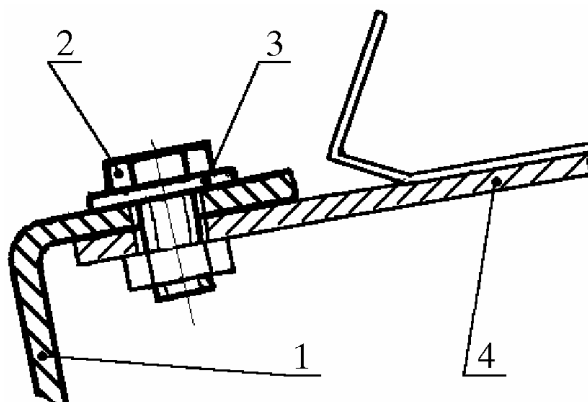

Рис. 15. Крепление стеклоочистителя к кронштейну:
2) два болта 2 (рис. 15) крепления стеклоочистителя 1 к кронштейну 4 затянуть с моментом, обеспечивающим неподвижность соединения